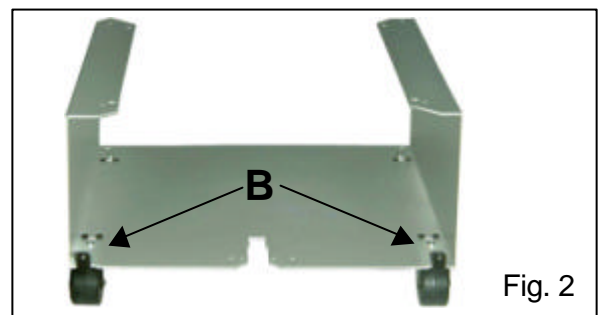

Fig. 2
2. Die abmontierten Rollen unten hinten am Unterstand anschrauben. (Fig. 2, B). Dazu je ein Schraube M5x10, eine Fächerscheibe und eine M5 Mutter verwenden.